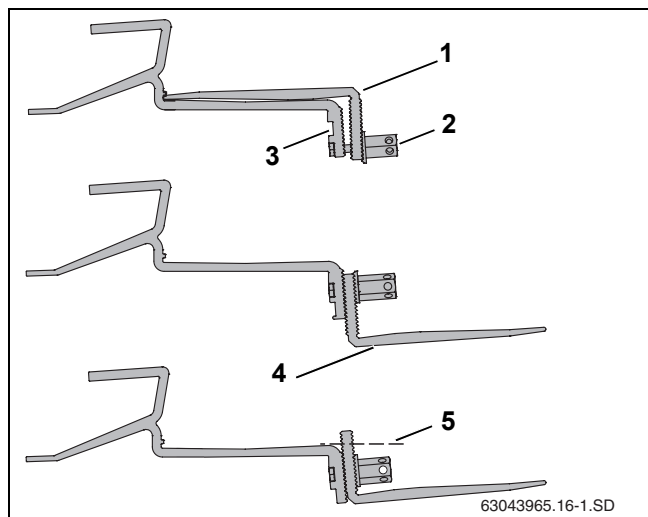

Fig. 14 Fijación del gancho de tejado sobre cabrios
En algunas cubiertas de tejado puede ser necesario calzar la parte inferior de los ganchos de tejado (Fig. 14, [4]) con tablas o tablones para que el gancho de tejado repose sobre la teja.
- Suelte la tuerca hexagonal larga (Fig. 14, [2]).
- Introduzca el tornillo en el orificio superior (Fig. 14, [3]).
- Fije sin apretar la parte inferior del gancho de tejado (Fig. 14, [1]). No apriete aún la unión.